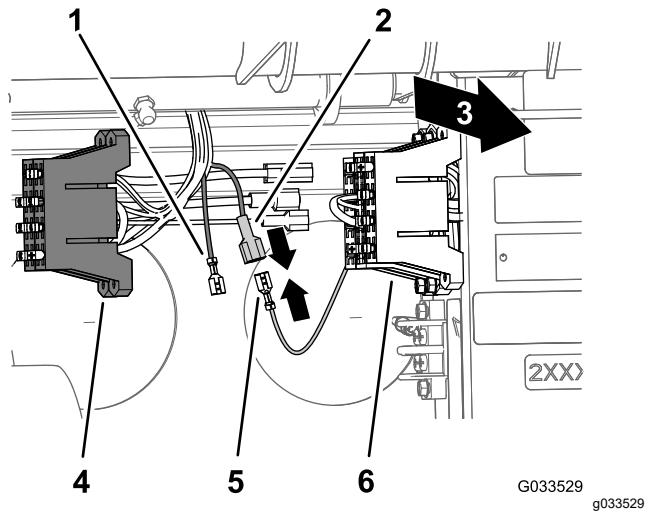

Figure 25
- Localisez la borne femelle non isolée au bout du câble jaune libre du porte-fusibles de la machine et la borne mâle isolée au bout du câble jaune optionnel du porte-fusibles du câblage du pulvérisateur (Figure 25).
- Branchez la borne femelle non isolée du porte-fusibles de la machine sur la borne mâle isolée du porte-fusibles du câblage du pulvérisateur (Figure 25).